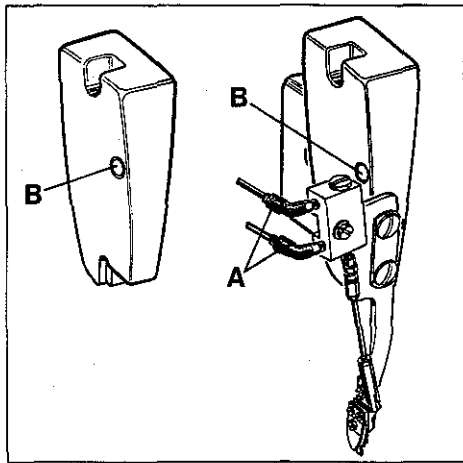
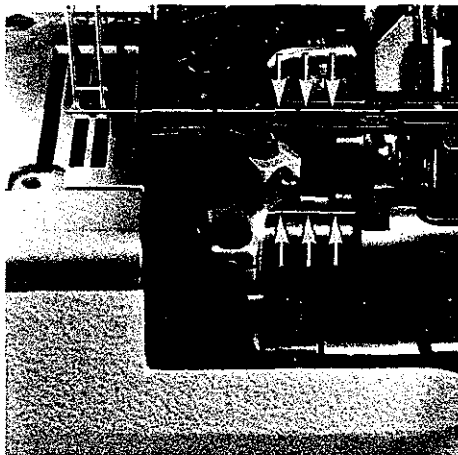
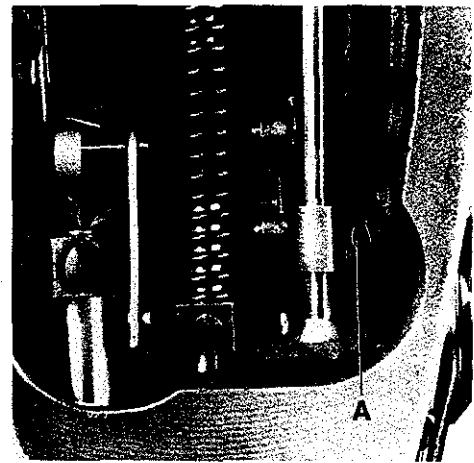
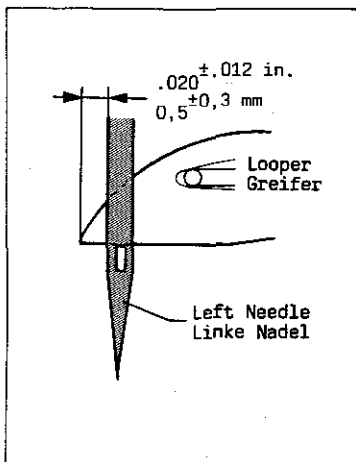

Fig.19
Fig.21
Fig.20
Fig. 23
1. Remove the head cover*, presser foot and feed dogs. For removing the head cover on styles with cover thread trimmer the PA-tubes have to be disconnected on the swivel elbows (A, Fig. 19) of the air cylinder.
3. Loosen screw (A, Fig. 20) and turn needle bar as required, so the needles center in the needle holes of throat plate and are parallel to the looper shaft (see Fig. 21). This can be checked by holding a ruler against the needles.
4. Retighten screw (A, Fig. 20).
* The needle bar can also be aligned and set to height without removing the head cover. For this, remove plug (B, Fig. 19) in the head cover to have access to screw (A, Fig. 20) in the needle bar connection. Remount the plug.
1. Entfernen Sie den Kopfdeckel*, Drückerfuß und Transporteure. Zum Entfernen des Kopfdeckels müssen bei Maschinen mit Legfadenabschneider die PA-Schläuche an den Winkleinverschraubungen (A, Fig. 19) am Luftzylinder gelöst werden.
3. Lösen Sie die Schraube (A, Fig. 20) und drehen Sie die Nadelstange so, daß die Nadeln mittig in die Stichlöcher der Stichplatte einstechen und parallel zur Greiferwelle stehen (siehe Fig. 21). Dies kann durch Anlegen eines Lineals an die Nadeln geprüft werden.
4. Ziehen Sie die Schraube (A, Fig. 20) wieder an.
* Die Nadelstange kann auch ohne Abbau des Kopfdeckels ausgerichtet und auf die Höhe eingestellt werden. Entfernen Sie dazu den Verschußstopfen (B, Fig. 19) im Kopfdeckel, damit die Schraube (A, Fig. 20) im Nadelstangen-Mitnehmer zugänglich wird. Montieren Sie den Verschußstopfen wieder.
The height of needle bar is correct, when the looper point at its travel from right to left is 0.5 mm (.020 in.) left of the left needle (see Fig. 23) and the top of the needle eye is flush with the underside of the looper. For adjustment loosen screw (A, Fig. 20)* and move needle bar up or down as required. Retighten screw (A). Care should be taken not to disturb the alignment of the needle bar when making this adjustment.
Die Nadelstangenhöhe ist richtig eingestellt, wenn die Greiferspitze bei ihrem Weg von rechts nach links 0,5 mm links der linken Nadel steht (siehe Fig. 23) und Oberkante Nadelöhr und Unterkante Greifer in gleicher Höhe stehen. Lösen Sie für diese Einstellung die Schraube (A, Fig. 20)* und schieben Sie die Nadelstange nach Bedarf nach oben oder unten. Ziehen Sie die Schraube (A) wieder an. Beachten Sie, daß bei dieser Einstellung die Nadelstange nicht verdreht wird.
* Die Nadelstange kann auch ohne Abbau des Kopfdeckels ausgerichtet und auf die Höhe eingestellt werden. Entfernen Sie dazu den Verschlussstopfen (B, Fig. 19) im Kopfdeckel, damit die Schraube (A, Fig. 20) im Nadelstangen-Mitnehmer zugänglich wird. Montieren Sie den Verschlussstopfen wieder.